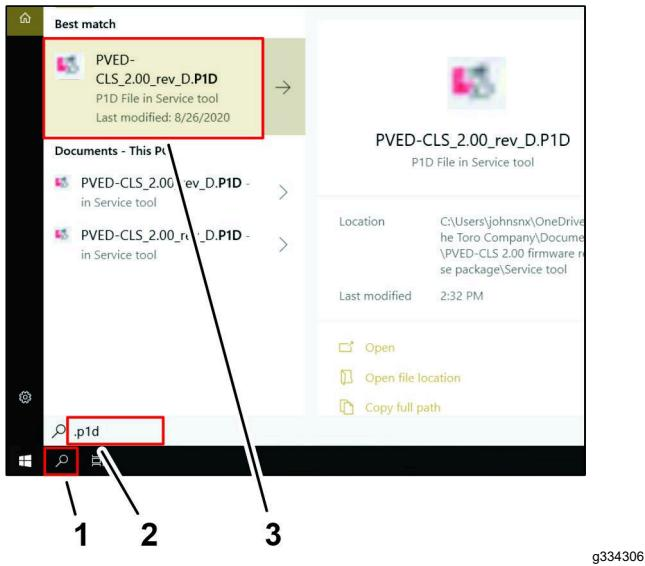

図 37
2. Windows タスクバーで、検索アイコン(図 37)をクリックします。
3. [検索するにはここに入力] テキストボックスに .P1D と入力し、Enterキー(図 37)を押します。
4. PVED-CLS\_2.00\_rev\_D.P1Dアイコンをクリックします(図 37)。